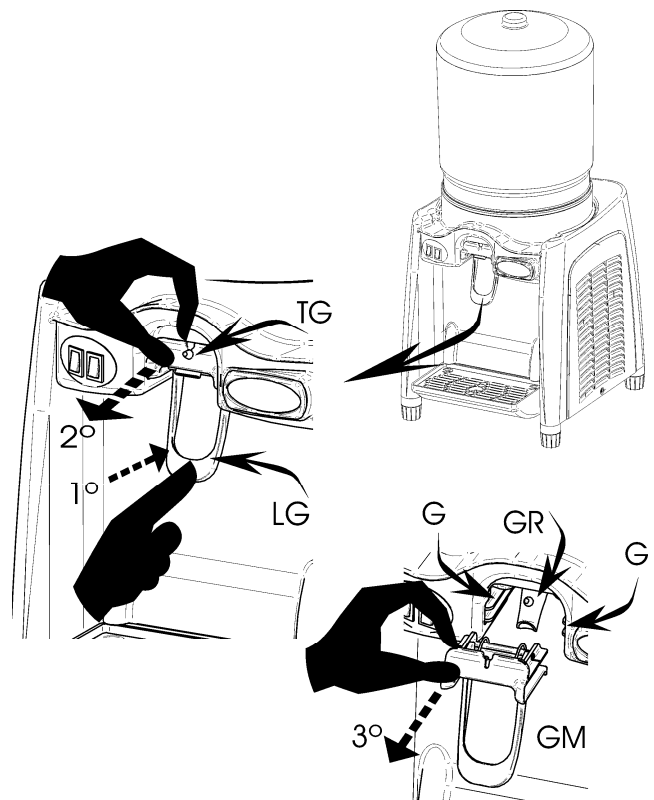

Abbildung 9
7.- Um den Hahn aus seiner Aufnahme im Gerät zu lösen, gehen Sie bitte wie folgt vor (siehe Abb. 9):